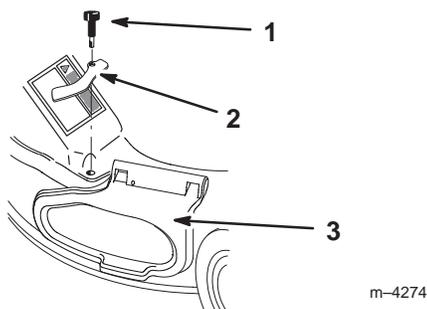

Figure 36
12. Fixer le coin avant droit du conduit d'éjection et le couvercle latéral à l'aide de la bride de blocage déposée précédemment et du bouton à longue tige fourni avec le sac de ramassage (Fig. 36).